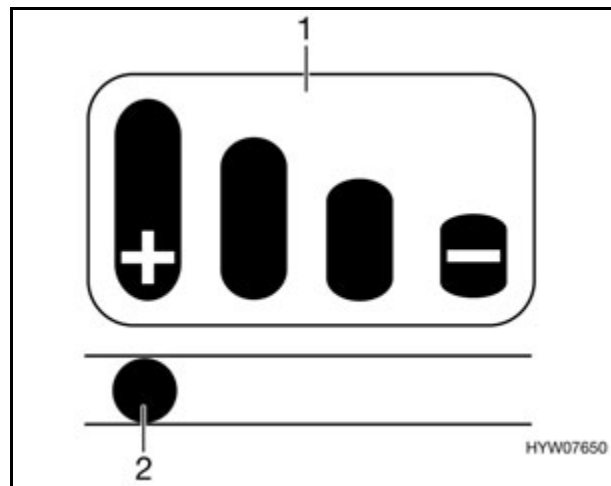

Fig. 154 Indicación del desgaste
En la palanca de acoplamiento se ha instalado una indicación del desgaste (Fig. 154) con un diagrama de barras (Fig. 154,1).
- Cuando el perno (Fig. 154,2) en el agujero oblongo se encuentra en la marca "+", los forros de fricción todavía se encontrarán en estado nuevo.